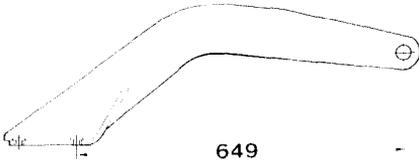

Fig. 6.3
- **Tragarm** (Fig. 6.3, Bestell-Nr. 609040),